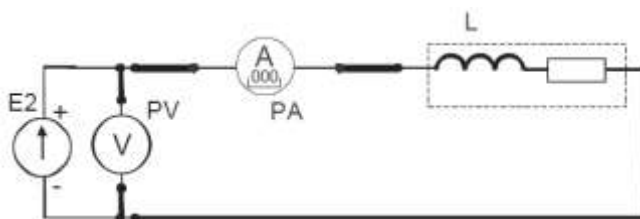

Рис.18.
6. Определить величину активного сопротивления катушки методом амперметра и вольтметра. Для этого подключить её к источнику постоянного напряжения $E2$ (рис. 18). Установить у цифрового амперметра режим измерения постоянного тока. После проверки схемы преподавателем включить источник питания $E2$, установить у него выходное напряжение 10 В и измерить величину постоянного тока в цепи. Результат занести в табл. 17. Выключить электропитание.